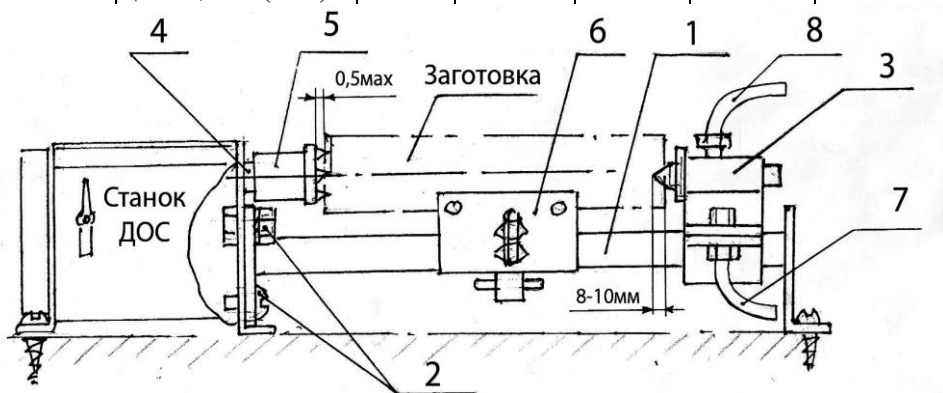

Рис.13.
4.8. Токарные операции (см. Рис.13 и Инструкцию по установке токарной приставки ТП-5(6) к станкам типа ДОС).
В нижней части корпуса на специальной платформе (18),двигающейся по пазам, установлен асинхронный электродвигатель (ЭД), связанный со строгальным валом ременной передачей. Токарная обработка (Рис.13) производится с помощью токарной приставки, устанавливаемой с правой стороны станка.